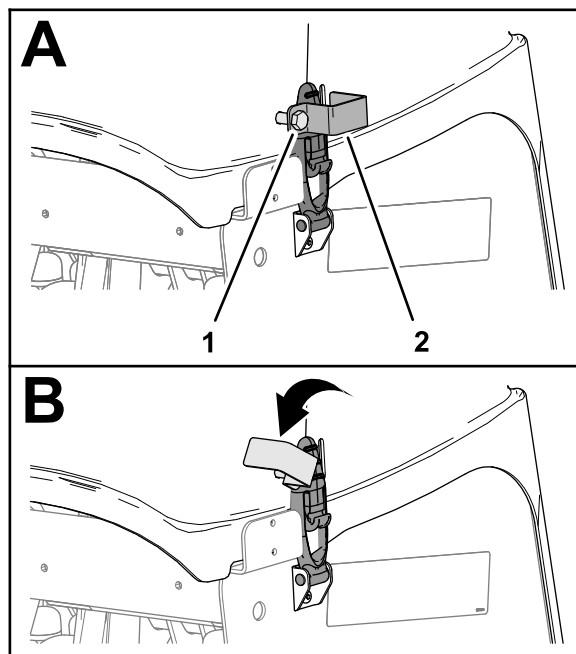

図 149
1. CE 向けラッチロック搭載マシンでは、ロックプレートのボルトをゆるめる。コアリングヘッドカバーの側面にあるスロットから抜けるまでボルトをゆるめる 図 149。
2. ロックプレートを回してラッチを吐露出させる 図 149。